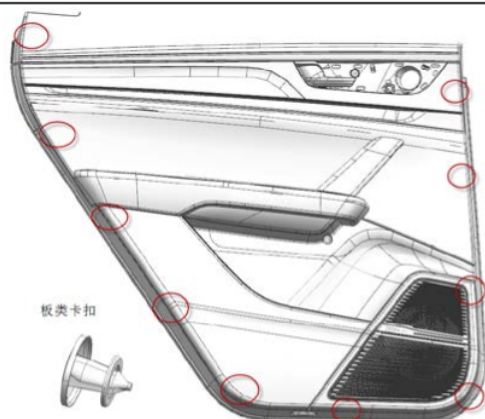

图 9-1-3 左后门护板卡扣位置示意图
(2) 如图 9-1-3，用双手掰门板上本体一端（1 处或 2 处），将门护板上本体与水切分离，然后将该侧的数个卡扣从钣金上剥离，然后顺着周边一圈把剩余几个卡扣（共 10 个）从钣金上剥离，将门板总成从钣金上取下（此时门护板有线束约束，不可拉扯过远）。